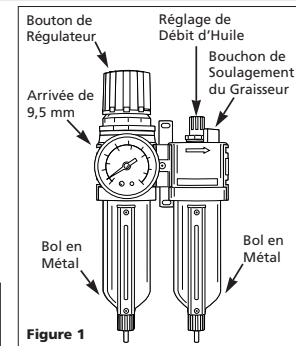

Figure 1
- 3. Fixer avec sûreté le filtre/ régulateur/ graisseur dans une position verticale aussi près que possible du branchement d'outil pneumatique. L'orifice d'arrivée est indiquée d'une flèche sur le corps montrant la direction du débit d'air (Voir Figure 1).